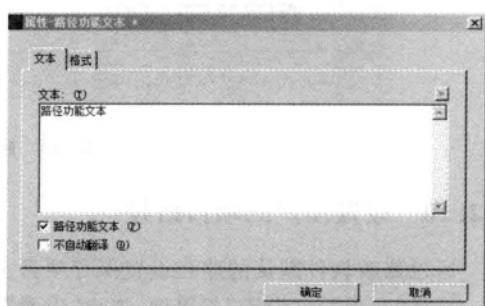

图 2-12 路径功能文本
- “路径功能文本”是电气设计中非常重要的一个元素,除标明回路功能外,还对相关部件和符号的信息做补充,并在报表和其他的区域做汇总和显示,如图 2-12 所示。“功能文本”属性编号<20120>被赋予路径文本的值。